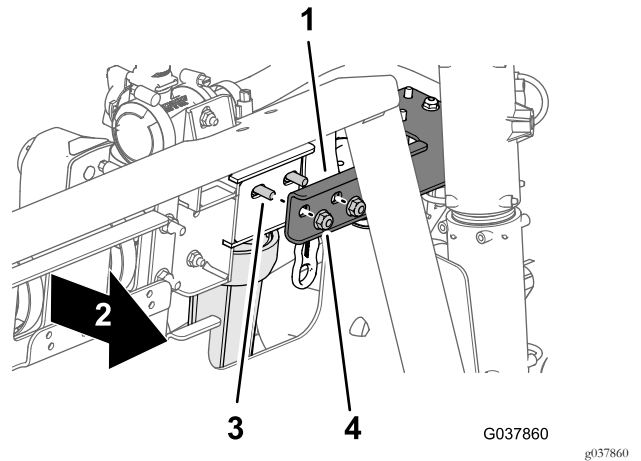

図 64
- マニホルドブラケットの前側で、停止バルブブラケット 図 64の穴をボルト5/16 x 3-3/4インチ2本に合わせる。
- 停止バルブブラケットをマニホルドブラケットに組み付ける 図 64ステップ3で外したフランジロックナット2個を使い、19782542N m 2.02.6kg.m = 175225in-lb にトルク締めする。